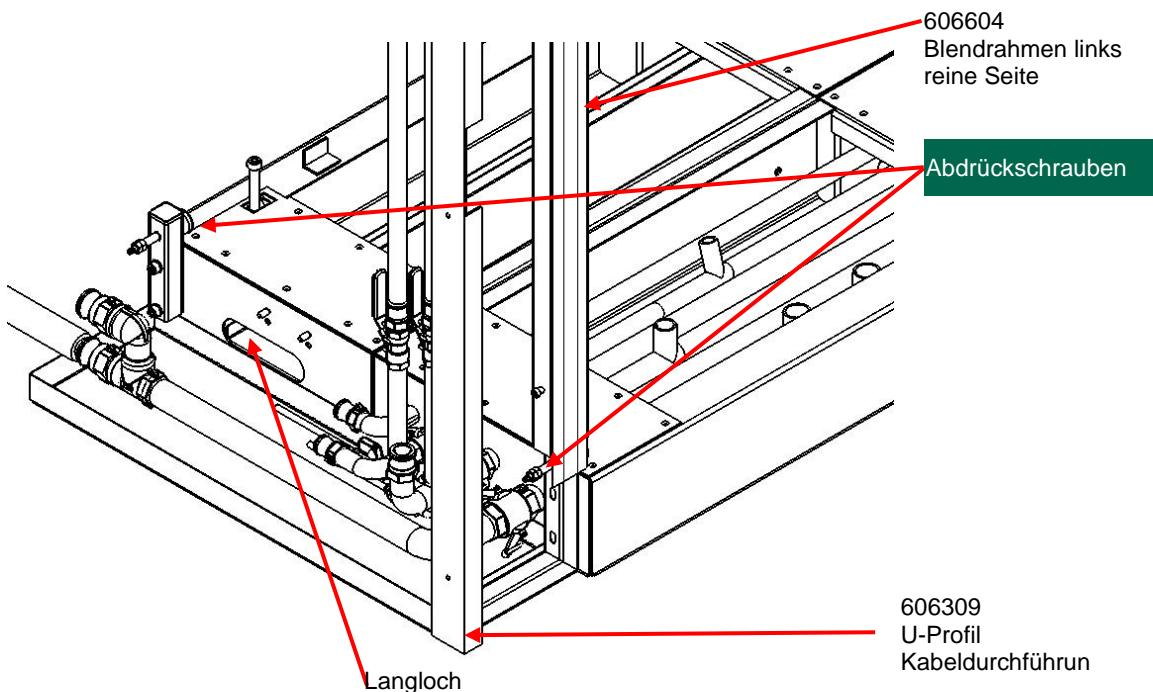

Abb. 7: Details Versorgungssockel
- ◆ Prüfen Sie, ob die beiden Abdruckschrauben (siehe Abb. 7:) vorhanden sind. Ggf. müssen diese noch eingeschraubt werden.
- ◆ Führen Sie durch die Langlöcher (siehe Abb. 7:) an beiden Stirnseiten des Versorgungssockels.
- ◆ Kontrollieren Sie die Position des Versorgungssockels am „Blendrahmen links Reine Seite“ (siehe Abb. 7):.